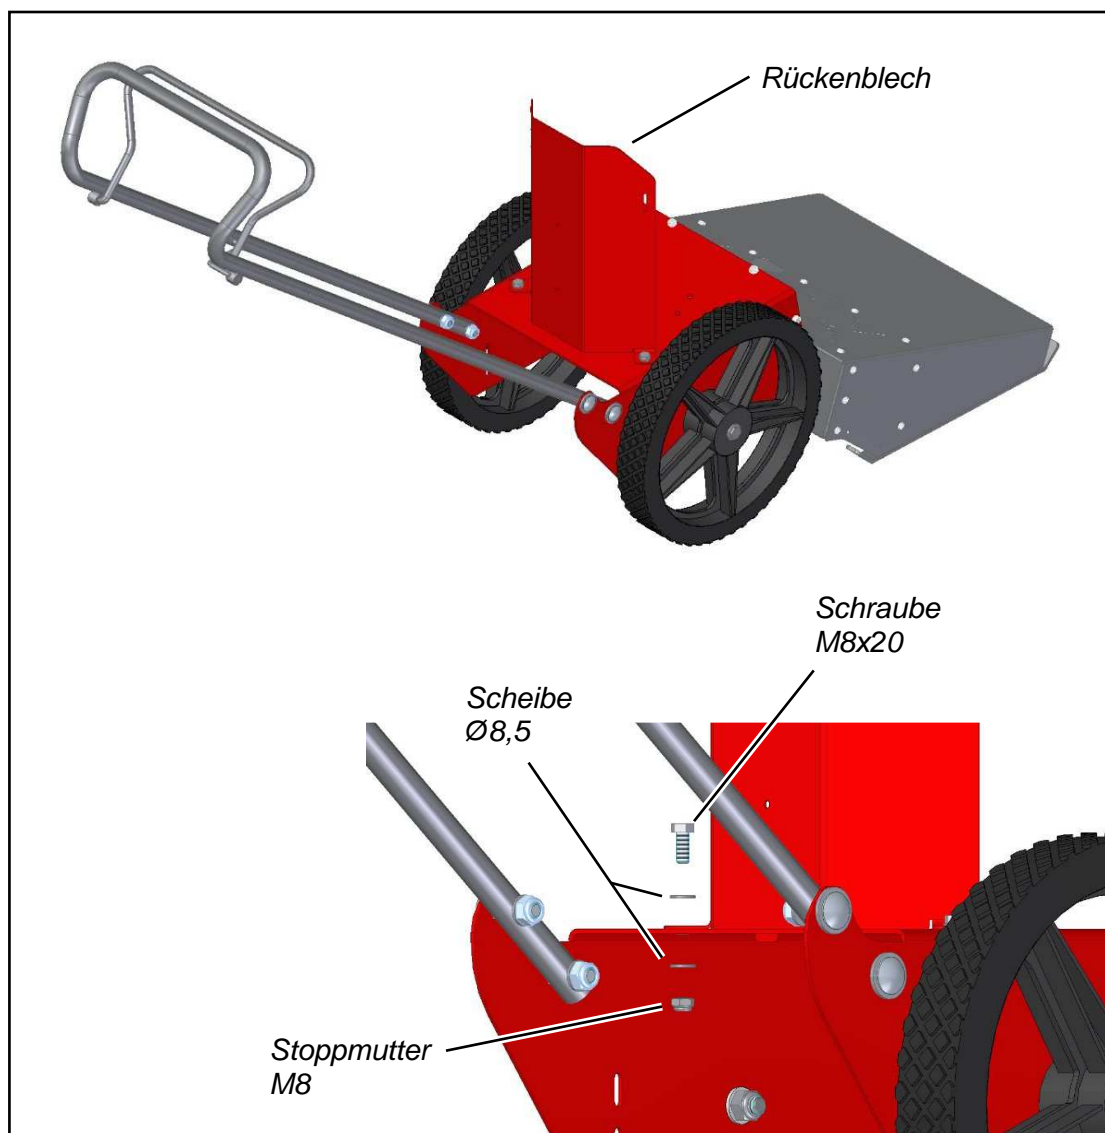

Abbildung 5: Montage Rückenblech
- ⇒ Positionieren Sie das Rückenblech auf das Fahrwerk gemäß Abbildung 5.
- ⇒ Fixieren Sie das Rückenblech gemäß Abbildung 5.